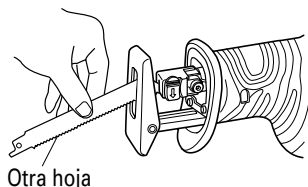

Fig. 11
- (1) Si una parte de la hoja de sierra rota sobresale de la pequeña hendidura del émbolo, extraiga la parte saliente y extraiga la hoja.
- (2) Si la hoja de sierra rota se encuentra oculta dentro de la pequeña hendidura, enganche la hoja rota utilizando la punta de otra hoja de sierra y extraígalas. (Fig. 11)